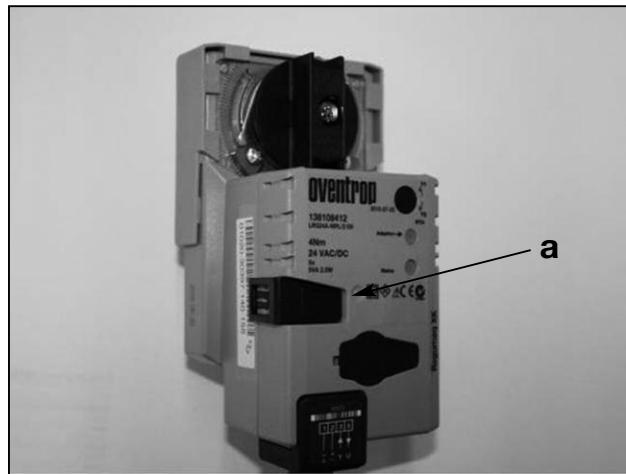

Fig. 4 Touche de confirmation
- En pressant la touche de confirmation **a**, le moteur est débrayé et peut être réglé manuellement dans cette position, voir fig. 4.